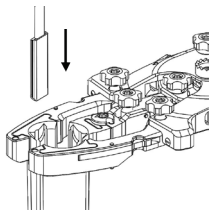

Figure 18
- Faites glisser la pointe de la cale du **câble d'éclairage** (ML-0068) dans le canal de calage de la lame (Figure 18).